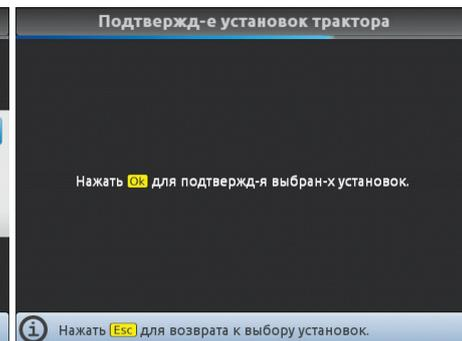

Рис. 40
- Программирование считается выполненным, как только появится сообщение Рис. 40. Нажмите **OK**.